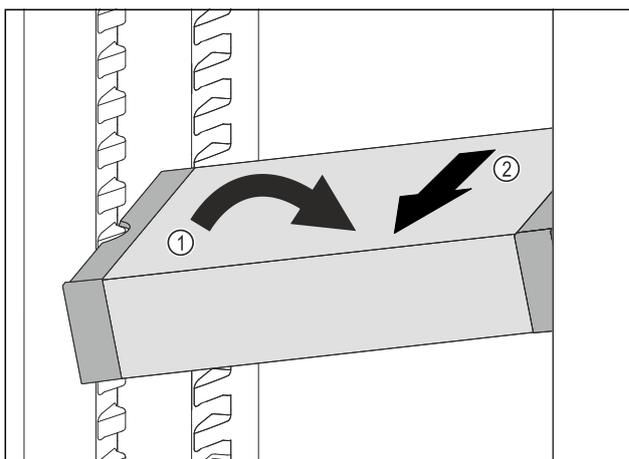

Fig. 88
- Impostare il vano frigorifero di VarioSafe ad angolo. Fig. 88 (1)
- Rimuovere VarioSafe tirando in avanti. Fig. 88 (2)